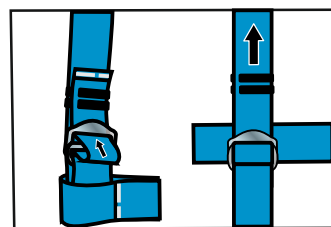

рис. 9
- отрегулируйте длину и натяжение лямок (рис. 9);